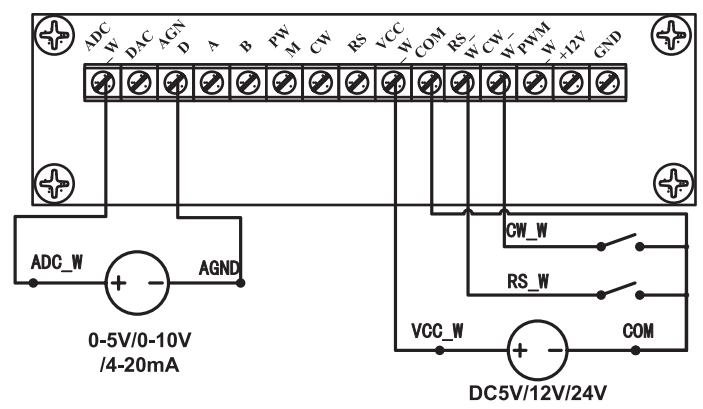

图10外控模式连接外部电源的接线图
- 在切断电源状态下，按照下面接线图10或图11接好电路，将DB15接口连接到泵的背部接口上。